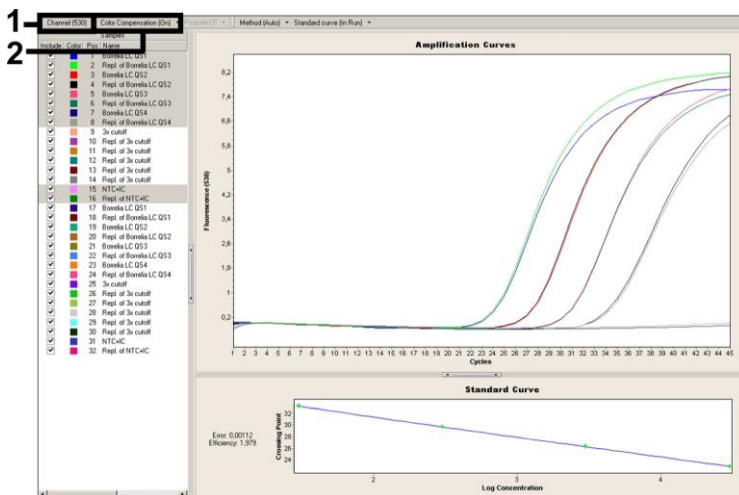

Fig. 12: Attivazione del *Color Compensation File* e selezione del canale di fluorescenza.
Per l'analisi dei dati PCR procedere come segue (vedi Fig. 12):
- Il *LightCycler Software Version 4.0* contiene un file denominato *Color Compensation File*, che compensa le interferenze di segnale tra i canali di fluorescenza. Aprire il file prima, durante o al termine della corsa di PCR, selezionando il pulsante *Color Comp (On/Off)* e poi il pulsante *Select Color Compensation* (vedi Fig. 12). Se il *Color Compensation File* non è stato installato, procedere seguendo le indicazioni fornite in *LightCycler Operator's Manual*.